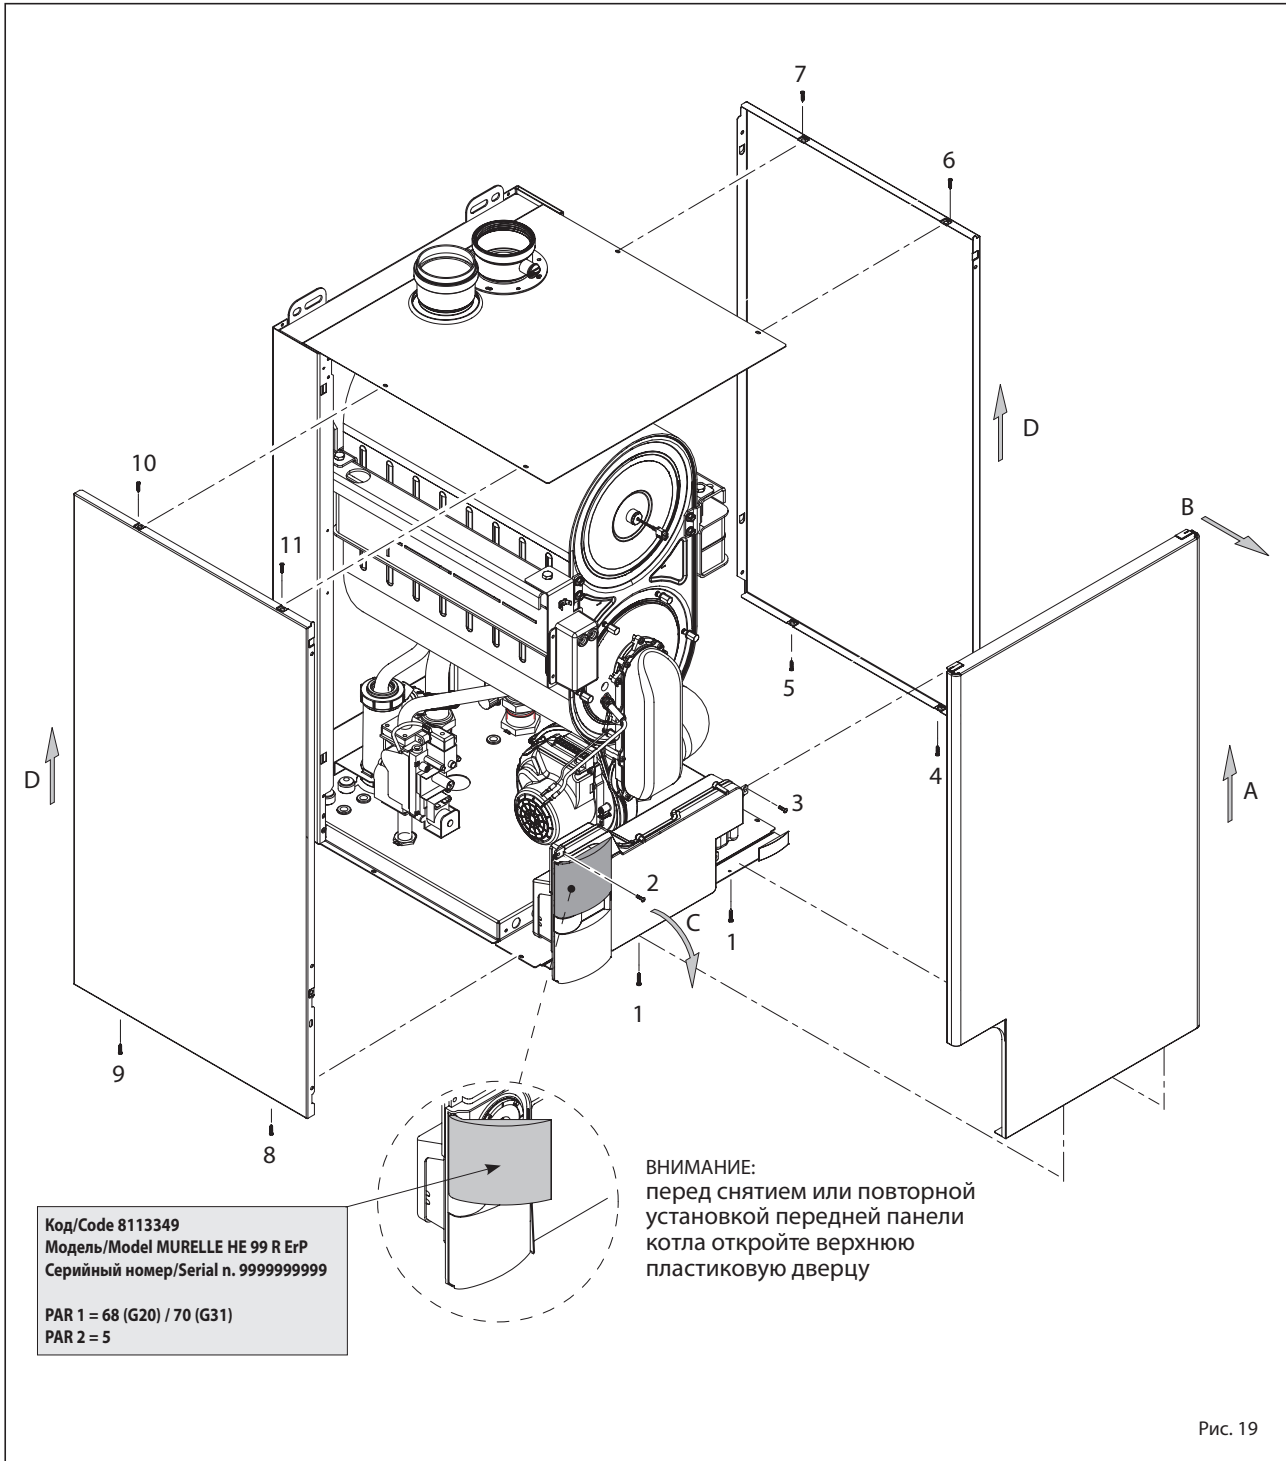

Рис. 19
4.4 СНЯТИЕ КОРПУСА (рис. 19)
Для удобства технического обслуживания котла можно полностью снять корпус, как показано на рис. 19.